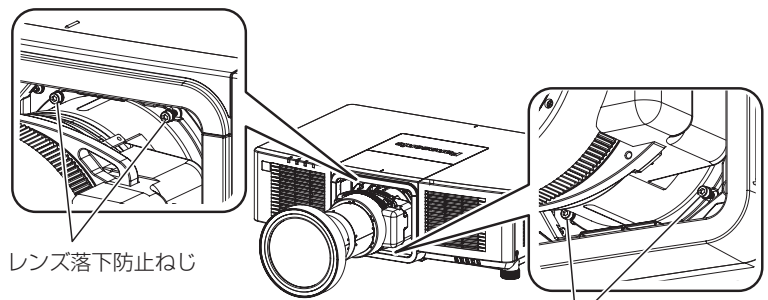

図2 レンズ落下防止ねじ
2) トップスライドカバーを取り外す (図2)
7) トップスライドカバーを取り付ける (図2)
- ズームレンズ（品番：ET-EMU100）を取り付けている場合は、投写レンズの周囲にあるねじ（4 本）を、ズームレンズ（品番：ET-EMU100）に付属の六角ボールポイントドライバーで取り外してください。（図 2）